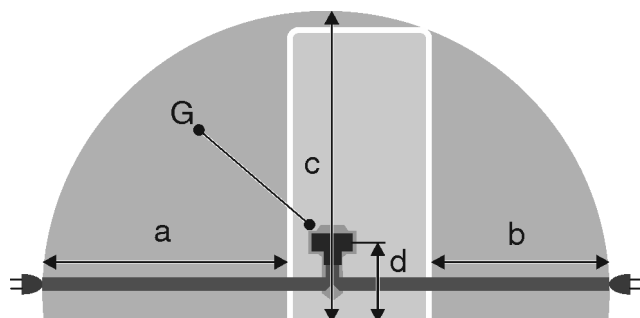

Fig. 22 Chłodziarko-zamrażarki / Zamrażarki / Chłodziarki BioFresh
- Gniazdko nie jest umieszczone za urządzeniem, tylko w obszarach a lub b Fig. 22 (a, b, c).
- ▶ Wtyczkę urządzenia Fig. 22 (G) podłączyć z tyłu urządzenia. Zwrócić uwagę na prawidłowe zazębienie.